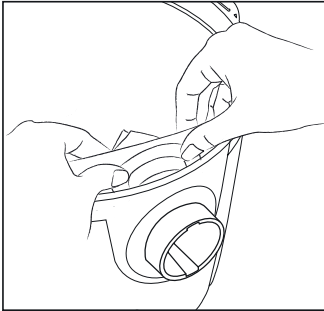

Fig. 9 – Colocando una bolsa de polvo nueva
4. Encaje la abertura de la bolsa de polvo, en la conexión de la manguera, de acuerdo a lo mostrado en la Fig. 9;